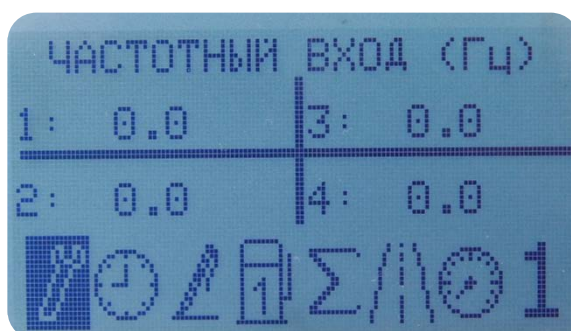

Рисунок 44 – Частотные входы БУК
- состояние 4 частотных входов (рис. 44);